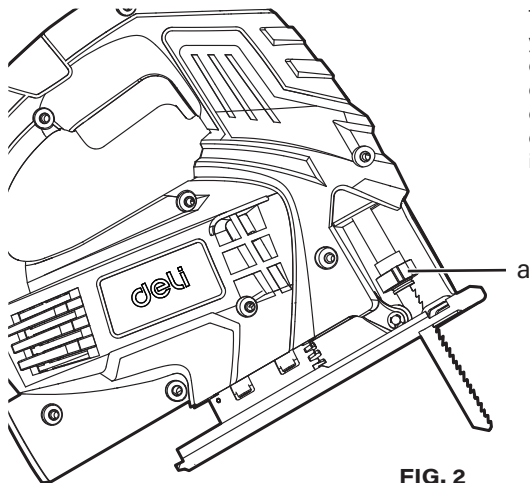

FIG. 2
**Importante:** Antes del montaje y ajuste, desconecte siempre la herramienta. **Cambio de hoja** (véase la Fig. 2)